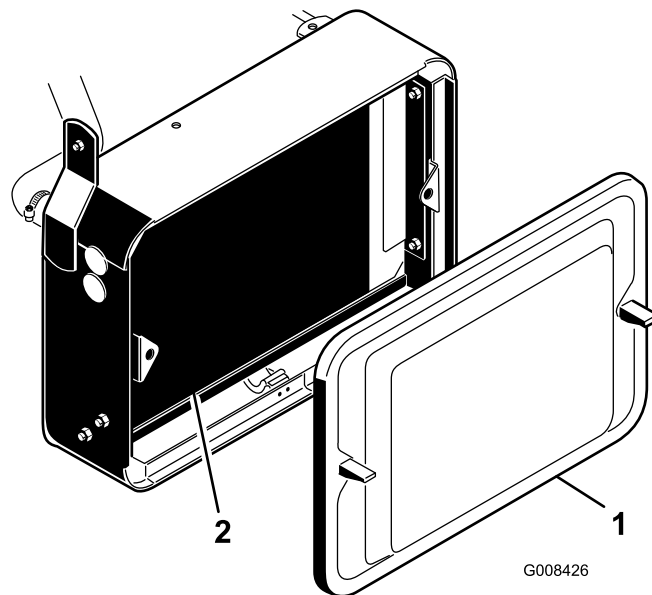

Figura 46
1. Retire o painel do radiador (Figura 46).